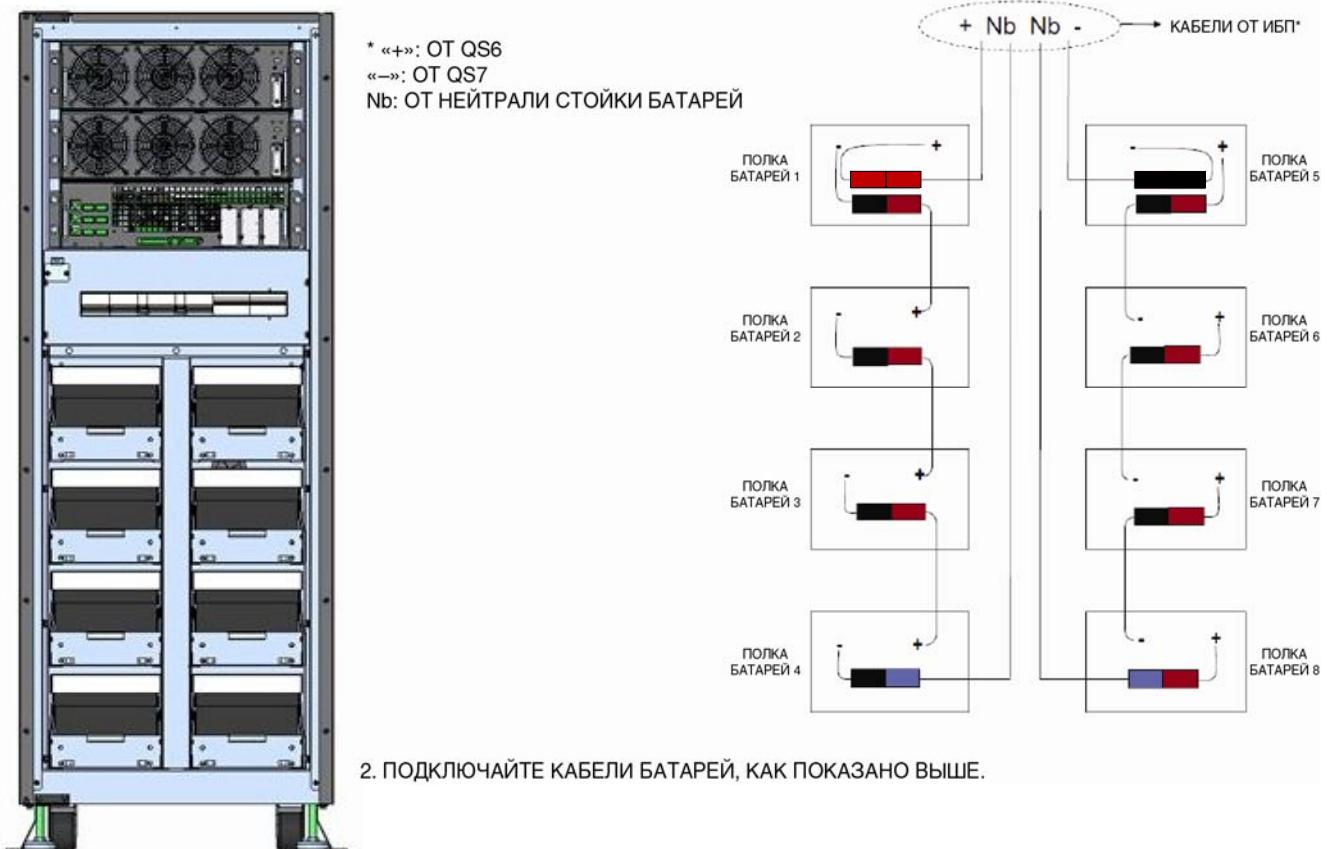
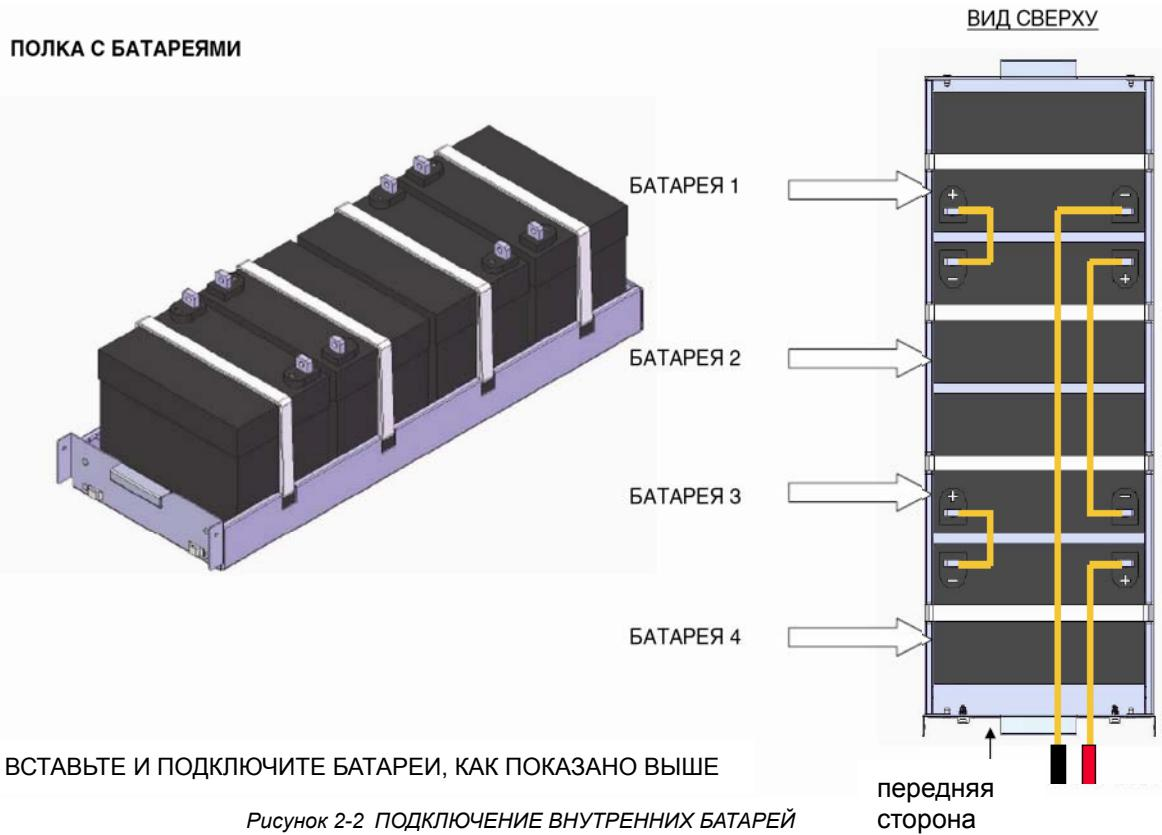

Рисунок 2-1 ПОДКЛЮЧЕНИЕ ВНУТРЕННИХ БАТАРЕЙ
Рисунок 2-2 ПОДКЛЮЧЕНИЕ ВНУТРЕННИХ БАТАРЕЙ
3. Установите заземление (PE).
9. На Рисунок 2-1 и Рисунок 2-2 показано подключение кабелей для внутренних батареи. В руководстве по установке батареи описано подключение кабелей для внешних батарей